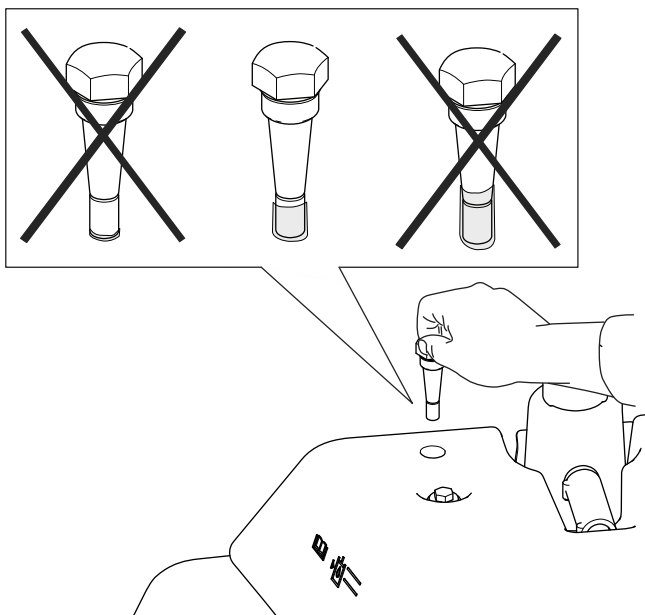

Figura 56
4. Retire a vareta e verifique o nível de fluido. Se o nível de óleo se encontrar entre as marcas na vareta, o nível de óleo é suficiente. Se o nível de fluido não se encontrar entre as marcas, ajuste o nível de fluido de acordo (Figura 56).